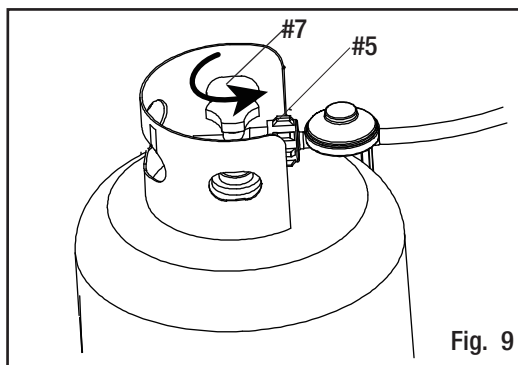

Fig. 9
2. Abra la puerta frontal. Encienda la válvula del cilindro de gas (#7) hasta la posición de completamente abierta (Fig. 9).